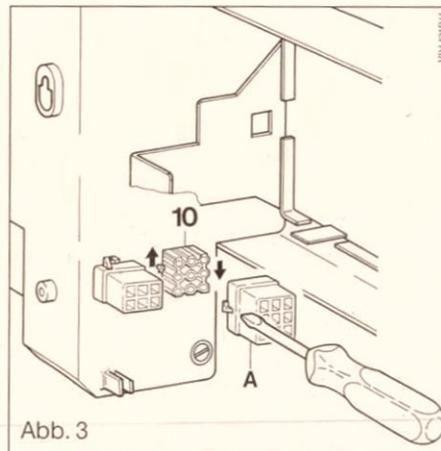

Abb. 3
Am Kessel die obere Abdeckplatte abnehmen. Blindstecker (A) mit geeignetem Werkzeug entfernen. (Abb. 3).
Das siebenadrige Kabel mit neunpoligem Stecker vom VIH zum Kessel führen und mit dem vorhandenen neunpoligen Stecker (10) verbinden. (Abb. 3).